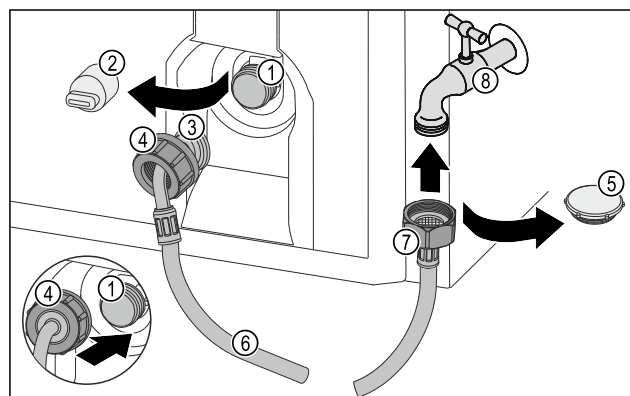

Fig. 33
- ▶ Снимите заглушку Fig. 33 (5).
- ▶ Прямой конец шланга Fig. 33 (7) подсоедините к крану для воды Fig. 33 (8).
- ▶ Навинтите гайку на прямом конце шланга Fig. 33 (7) по часовой стрелке.